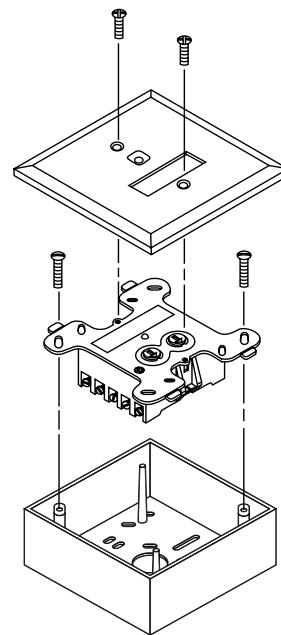

Рис. 2. Установка модуля в монтажную коробку
Модули M512ME устанавливаются в монтажные коробки размером 102x102 мм и глубиной не менее 54 мм (рис. 2), или в монтажные коробки SMB500 при поверхностном монтаже. Кроме того, до 8 модулей System Sensor стандартного размера (M512ME, M500ME, M500CHE или M500XE) могут быть смонтированы на панеле для модулей System Sensor MB500. Что обеспечивает легкую установку на стандартные 19 дюймовые шасси.
3. Закрепите модуль в монтажной коробке, как показано на рис. 2.